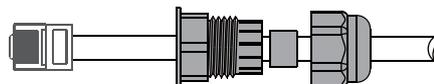

Abbildung 4.6-3 Arbeitsschritte
Step 3-1 Führen Sie das RJ45-Kabel durch die Stahlplatte und verbinden Sie das DRED-Kabel mit dem RJ45-Terminal. Wie in Abbildung 4.6-3 gezeigt, beschreiben die Tabellen 4-9 die Definition des 6-poligen Ports.